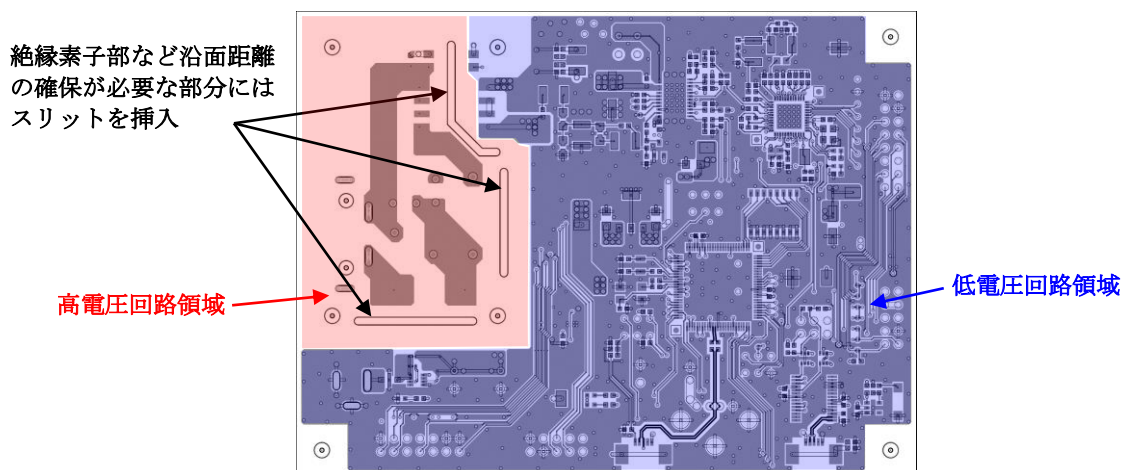

Figure 2-2 高電圧回路領域と低電圧回路領域の PCB パターン分離の例
- 高電圧回路領域と低電圧回路領域の PCB パターンの分離の為、絶縁素子部などの沿面距離の確保が必要な部分には、PCB 上にスリットを設けることを推奨します。例を Figure 2-2, Figure 3-2 に示します)